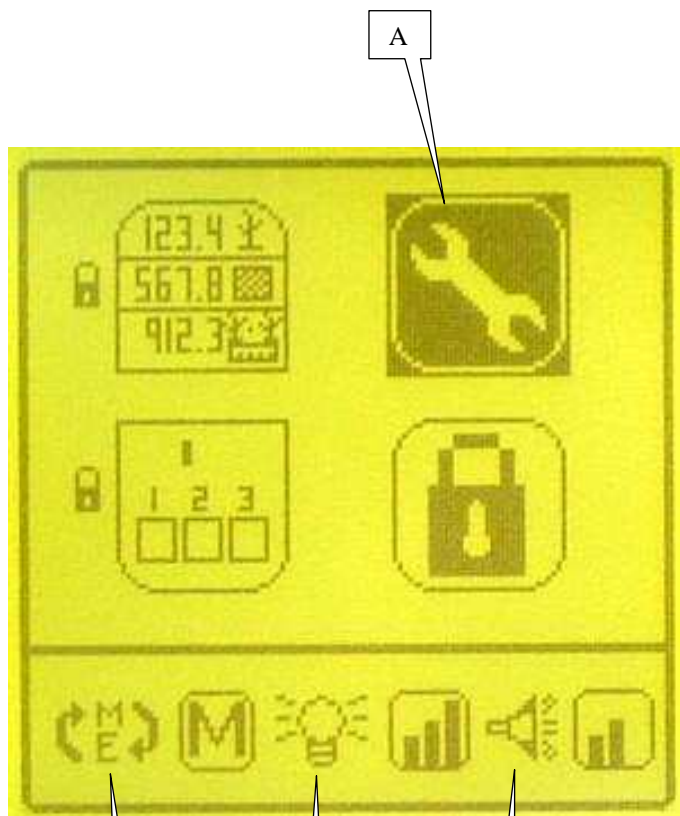

Fig. 1
Con il tasto   e  , selezionare in A (Fig. 1) l'ìcona desiderata e premere il tasto  per rientrare nel sottoprogramma. Nei sottoprogrammi (Fig. 2), i tasti   e   permettono di spostarsi tra i parametri da selezionare. Quando il parametro è selezionato in B (Fig. 2), premere il tasto  per poter modificarne il valore. Modificare il valore tramite i tasti   e   e premere il tasto  per memorizzare il valore.
a) sous-programme paramétrage console (Fig. 1)
l'écran et valider. L'affichage (Fig. 1) apparaît.